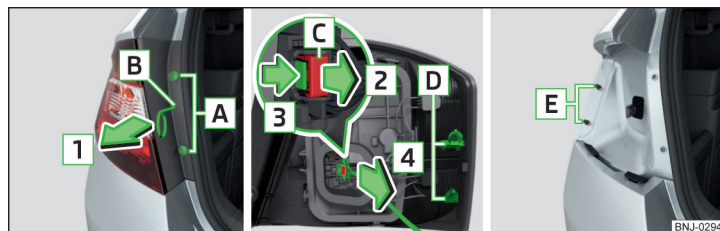

Fig. 306 Demontarea lămpii/scoaterea conectorului
- Deșurubați șuruburile **A** » fig. 306 cu ajutorul șurubelniței din trusa de scule.
- Asigurați elementul de blocare în sens contrar săgeții **2** » fig. 306.